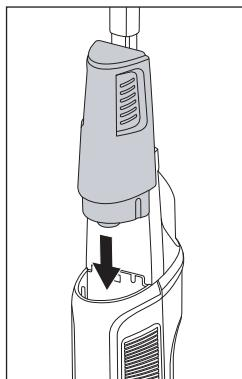

Abb. 11
- ◆ Drehen Sie den Frischwasserbehälter 11 um und schieben Sie diesen wieder in den Einsatz oben an der Vorderseite des Gerätes (siehe Abb. 11).